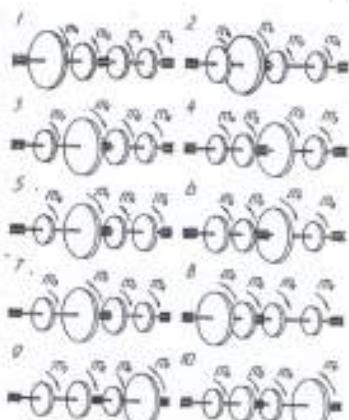

Рис. 2
**Задача №2.** Для стального трансмиссионного вала (рис.2) требуется: